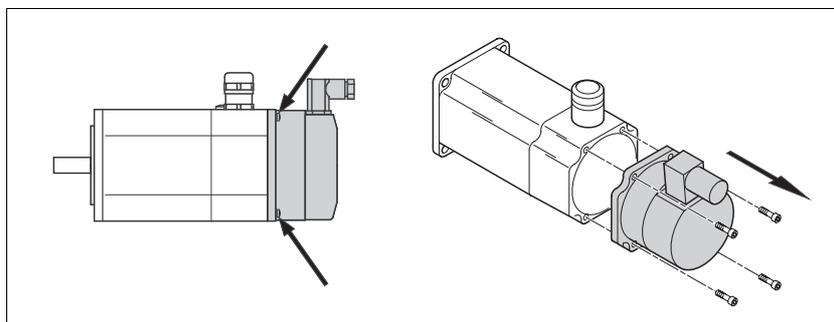

Bild 4.2 Klemmenkasten öffnen
- Bei Motoren mit Steckern braucht der Klemmenkasten nicht geöffnet zu werden. Für den Kabelanschluss im Klemmenkasten nur die vier Schrauben des Klemmenkastens herausdrehen. Siehe Bild 4.2.